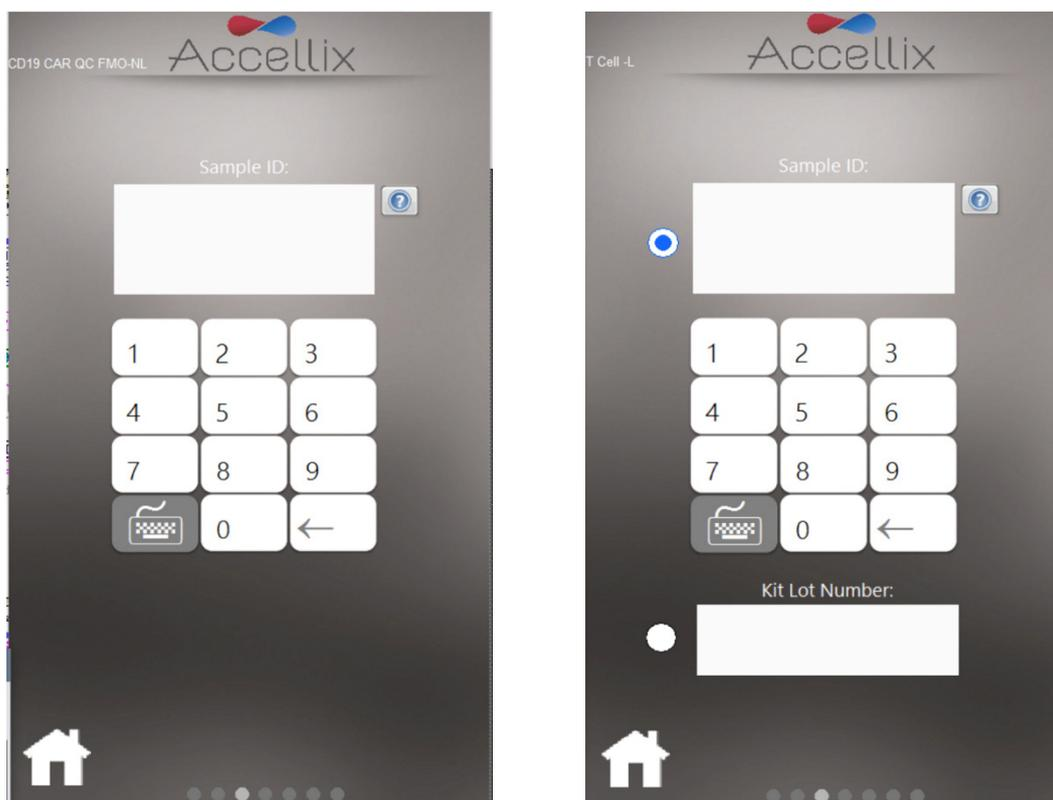

Figure 38 : écran Saisir l'ID de l'échantillon (avec et sans numéro de lot du kit)
6. Sur l'écran **Enter Sample ID** (Saisir l'ID de l'échantillon) (Figure 38), saisissez l'ID de l'échantillon à l'aide du clavier à l'écran, d'un clavier externe ou d'un lecteur de code-barres. L'ID de l'échantillon sera ensuite affiché sur tous les écrans suivants de la procédure de test.
**Remarque :** une configuration optionnelle du logiciel exige que l'utilisateur saisisse également un Kit Lot Number (Numéro de lot du kit). (Voir l'image de droite sur la Figure 38).